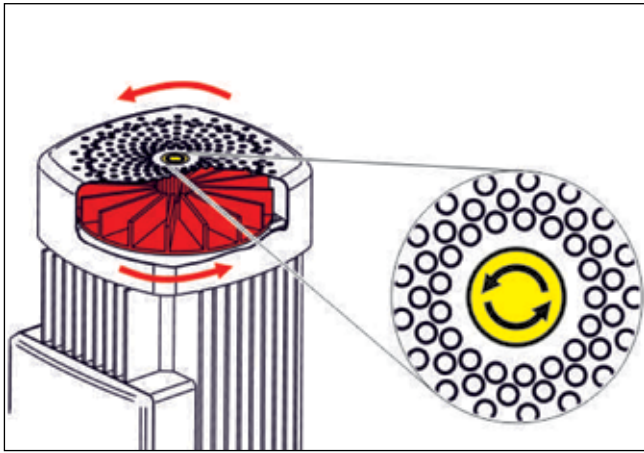

Abbildung 16: Kontrolle der Drehrichtung des Pumpenmotors
- Dabei ist gleichzeitig die Drehrichtung des Pumpenmotors zu kontrollieren. Das Lüfterrad des Motors muss sich in die auf der Motorabdeckung hingewiesene Richtung drehen. Das Lüfterrad ist durch die Bohrungen in der Motorabdeckung sichtbar. (Abb. 16)